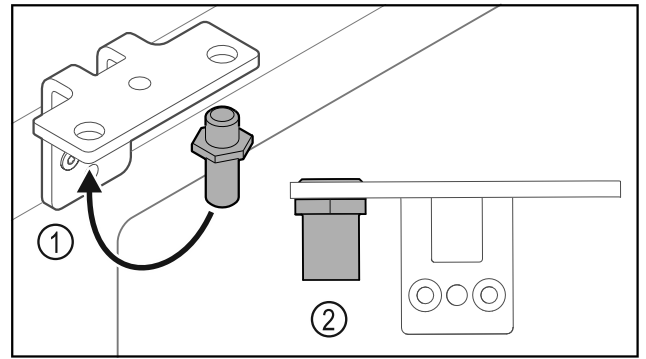

Fig. 30
- ▶ Mutați bolțul Fig. 30 (1) în colțarul balamalei.
- ▶ Strângeți bolțul Fig. 30 (2) cu **cuplul de 12 Nm**.